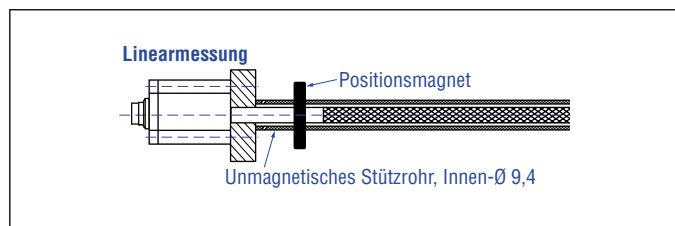

Abb. 30: Sensor mit Stützrohr/Schutzrohr
1. Führen Sie den flexiblen Messstab immer in einem Stützrohr/ Schutzrohr (z.B. druckfestes Rohr HD/HL/HP oder HFP-Profil). Das Stützrohr muss aus unmagnetischem Material bestehen und einen Innendurchmesser von mindestens 9,4 mm haben (Abb. 30). Es kann gerade oder gebogen sein.